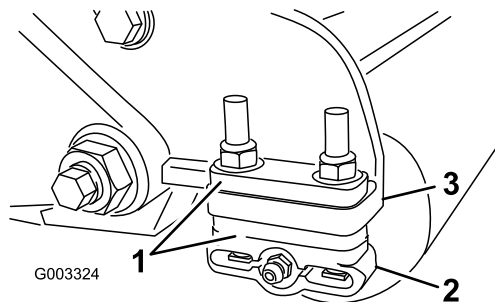

Figura 14
1. Reglai consolele rolei posterioare (Figura 14) la intervalul înălțimii de tăiere dorite, poziționând numărul necesar de distanțiere sub flana de montare a plăcii laterale (Figura 14) conform Diagramei cu înălțimile de tăiere.